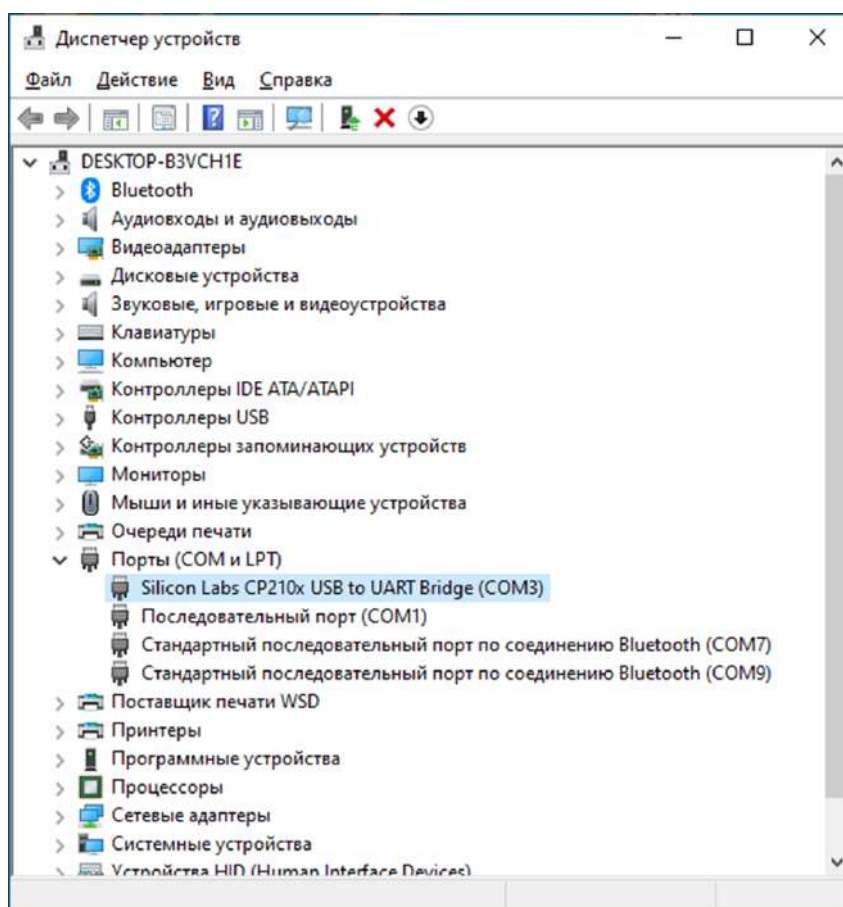

Рис.20 Диспетчер устройств
3. Найдите необходимое устройство в списке устройств. Номер COM-порта указан в скобках, рядом с названием устройства (см. рис.20).